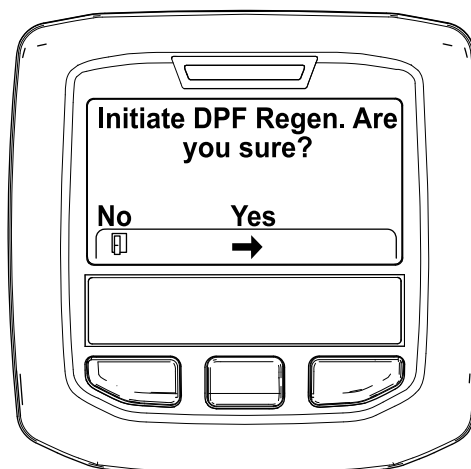

Figura 46
4. Quando surgir a mensagem "Initiate DPF Regen. Are you sure?" (Iniciar Regen. DFP. Tem a certeza?), prima o botão central (Figura 46).